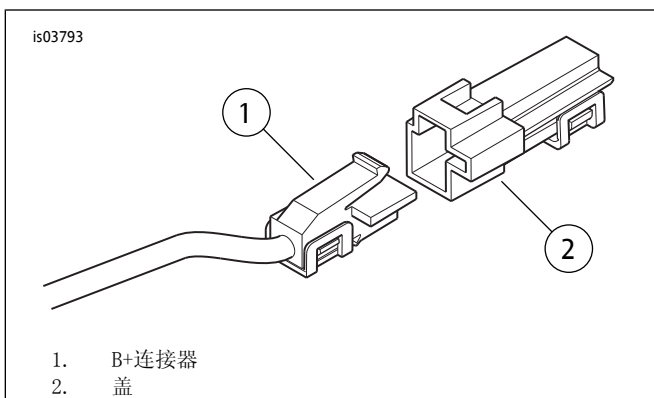

图4。B+连接器
5. 参见图4。在座椅下方找到主电气线束上的B+( 电池正极 )连接器( 1 ) ( 带有未使用的灰色连接器的红色导线 )。从B+连接器拆下盖( 2 )。匹配线束组件上的红色电源线连接器与B+连接器。